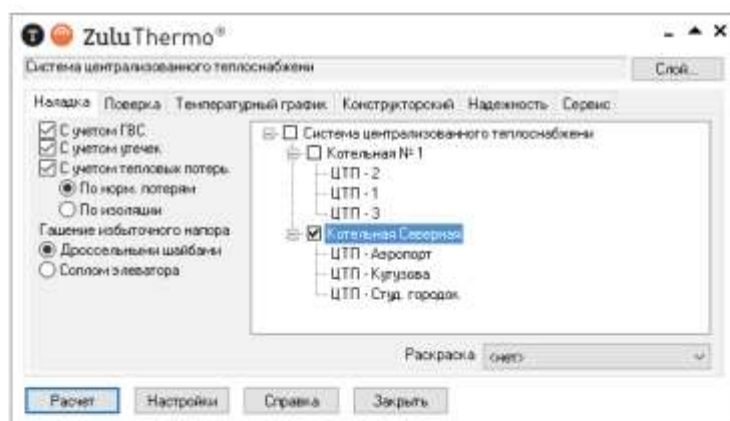

Рисунок 10.4. Выбор источника для расчета
4. Отметьте источник, для которого будет производиться расчет и установите флажок напротив соответствующего названия. (смотрите Рисунок 10.4. «Выбор источника для расчета»)